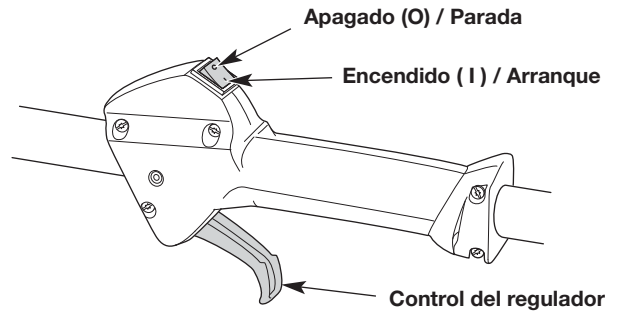

Fig. 7
NOTA: No hay necesidad de encender la unidad. El interruptor de Encendido/Apagado debe estar en la posición ENCENDIDO (1) en todo momento (Fig. 7).
6. Apriete el control del regulador (Fig. 7) y tire de la cuerda **5 veces** con movimiento regulado y firme (Fig. 9).
2. Oprima y no suelte el interruptor de control de Encendido y Apagado en la posición APAGADO (0) hasta que el motor se detenga por completo (Fig. 7).